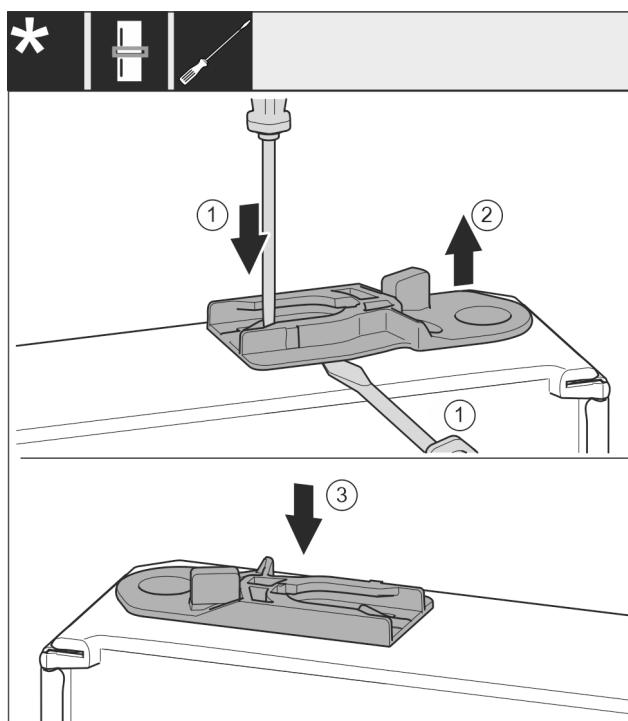

Fig. 38
- ▶ Витягніть направляюче гніздо: Натисніть шліщевою викруткою накладку і одночасно підвідіть її під направляюче гніздо. Fig. 38 (1, 2)
- ▶ Направляюче гніздо, що входить до складу поставки, вставити з іншого боку корпуса. Fig. 38 (3)